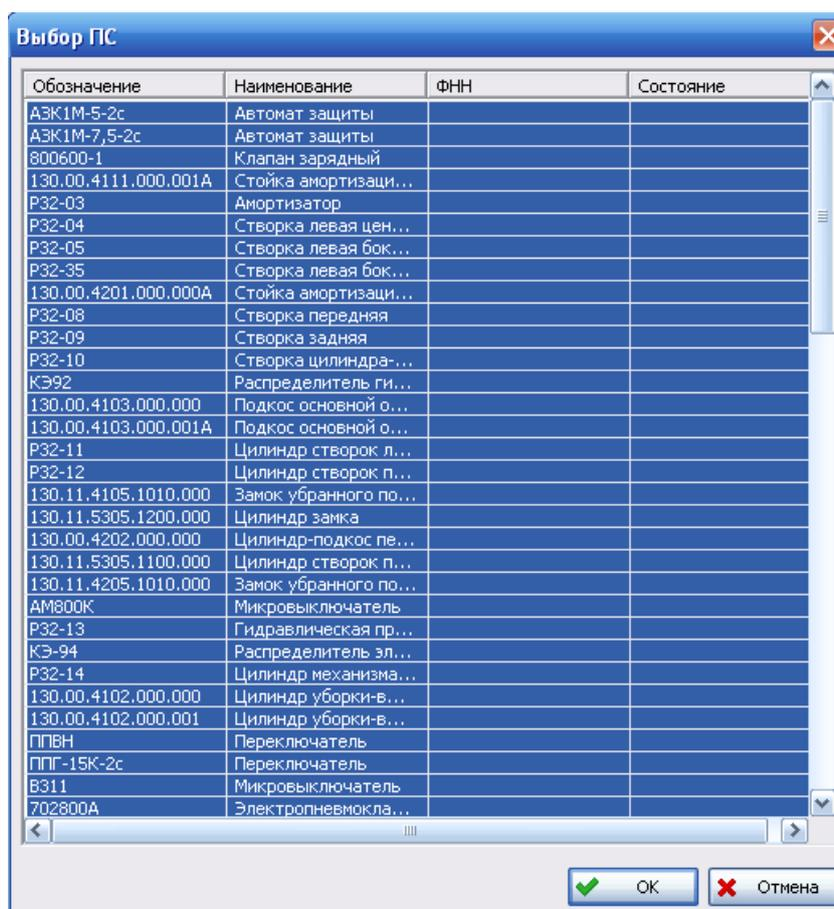

Рис. 2-11
4. В появившемся окне выберите систему, из которой хотите добавить з/ч, и нажмите кнопку **ОК**. В результате появится окно **Выбор ПС** (рис. 2-11), в котором отображаются все изделия из выбранного проекта по системе.